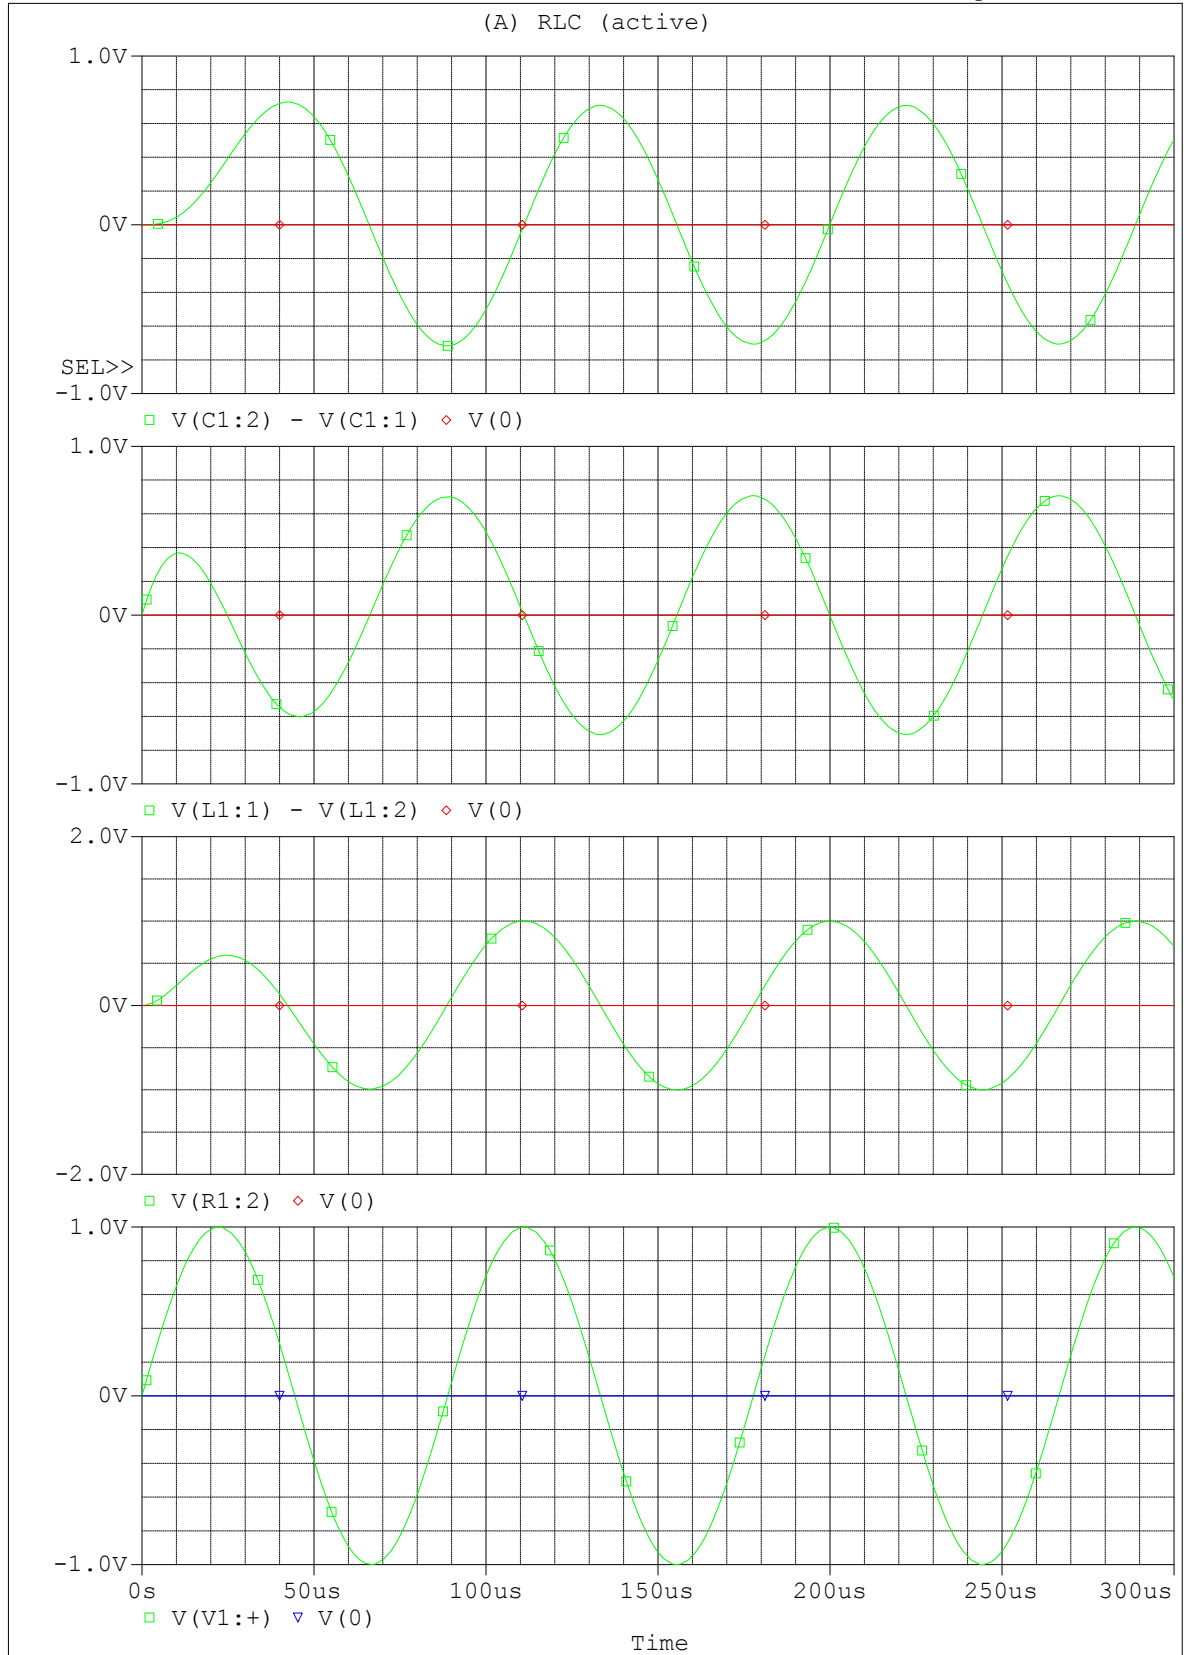

Рисунок 6.12 – Вигляд діаграм для друку
15. Якщо загальна картина здається занадто дрібною, то скористайтеся опцією *Page Setup* (Параметри сторінки) в меню *File*. Ця опція слугує для налаштування параметрів розміщення діаграми *Probe* на сторінці перед тим, як вивести її на друк. Провівши відповідне налаштування вікна *Page Setup*, ви можете розташувати свою діаграму на весь лист формату A4. Портретна орієнтація сторінки задається опцією *Portrait*, а альбомна – опцією *Landscape* (рис. 6.12).